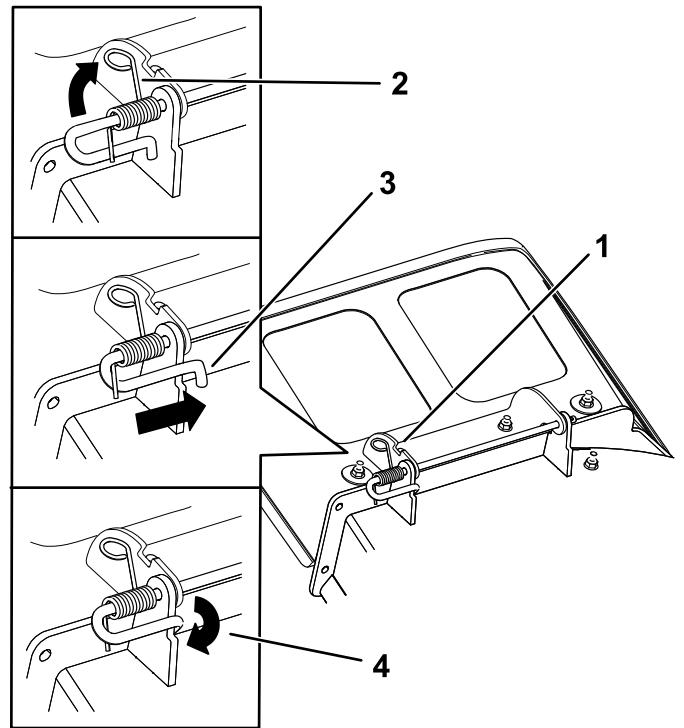

Figura 63
3. Coloque el nuevo deflector de descarga con los extremos de los soportes entre los soportes soldados de la carcasa, según se muestra en Figura 63.
5. Coloque el muelle en la varilla según se muestra en Figura 63, de manera que el extremo corto del muelle suba desde debajo de la varilla antes de la curva y pase por encima de la varilla después de la curva.
6. Levante el extremo del muelle que tiene bucle y colóquelo en la muesca del soporte del deflector (Figura 63).
7. Fije el conjunto de varilla y muelle torciéndolo de manera que el extremo corto de la varilla pueda colocarse detrás del soporte delantero que está soldado a la carcasa (Figura 63).